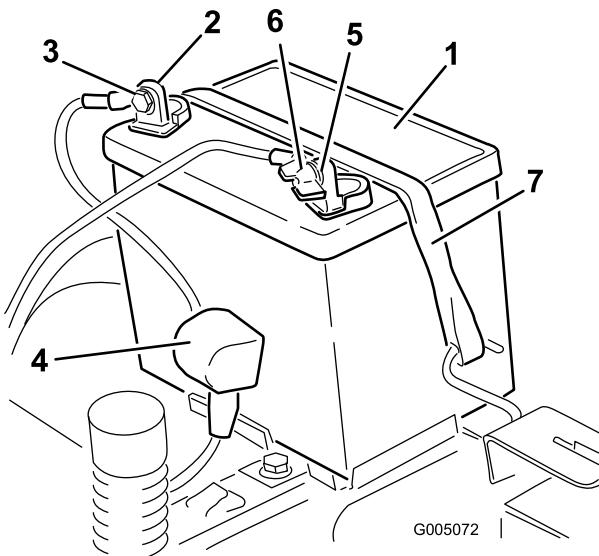

Figure 35
4. Débranchez le câble négatif (noir) de mise à la masse de la borne de la batterie (Figure 35). Mettez les fixations de côté.
5. Repoussez le capuchon en caoutchouc sur le câble positif (rouge). Débranchez le câble positif (rouge) de la borne de la batterie (Figure 35). Mettez les fixations de côté.
6. Enlevez la sangle de maintien de la batterie (Figure 35) et ôtez la batterie de son support.
1. Placez la batterie dans son support (Figure 35).
5. Fixez la batterie en place à l'aide de la sangle de maintien (Figure 35).